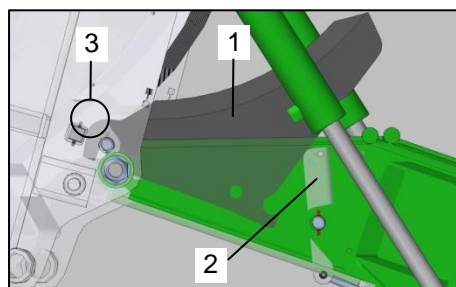

Bild 117: Schneidwerk reinigen 2
- die Zwischenräume zwischen den Messern (Bild 117 / Pos.1),
- die Zwischenräume zwischen Messerhaltern (Bild 117 / Pos.2),
- den Bereich der Messerführung (Bild 117 / Pos.3).